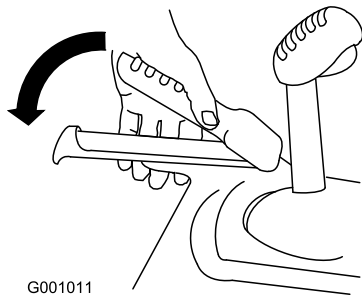

Bild 27
1. Drücken Sie zum Einkuppeln des Fahrantriebs den linken Hebel (Fahrantrieb) zum Handgriff (Bild 27).